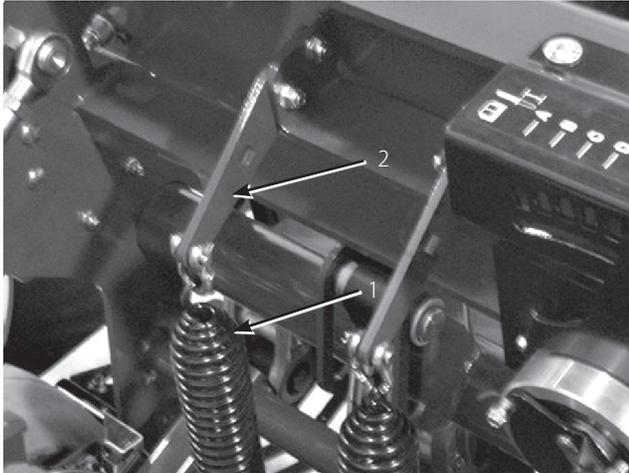

図 37
1. スプリング・ブラケットをコアリング・ヘッドに固定しているキャリッジボルトのナットをゆるめる。取り外さないこと (図37)。